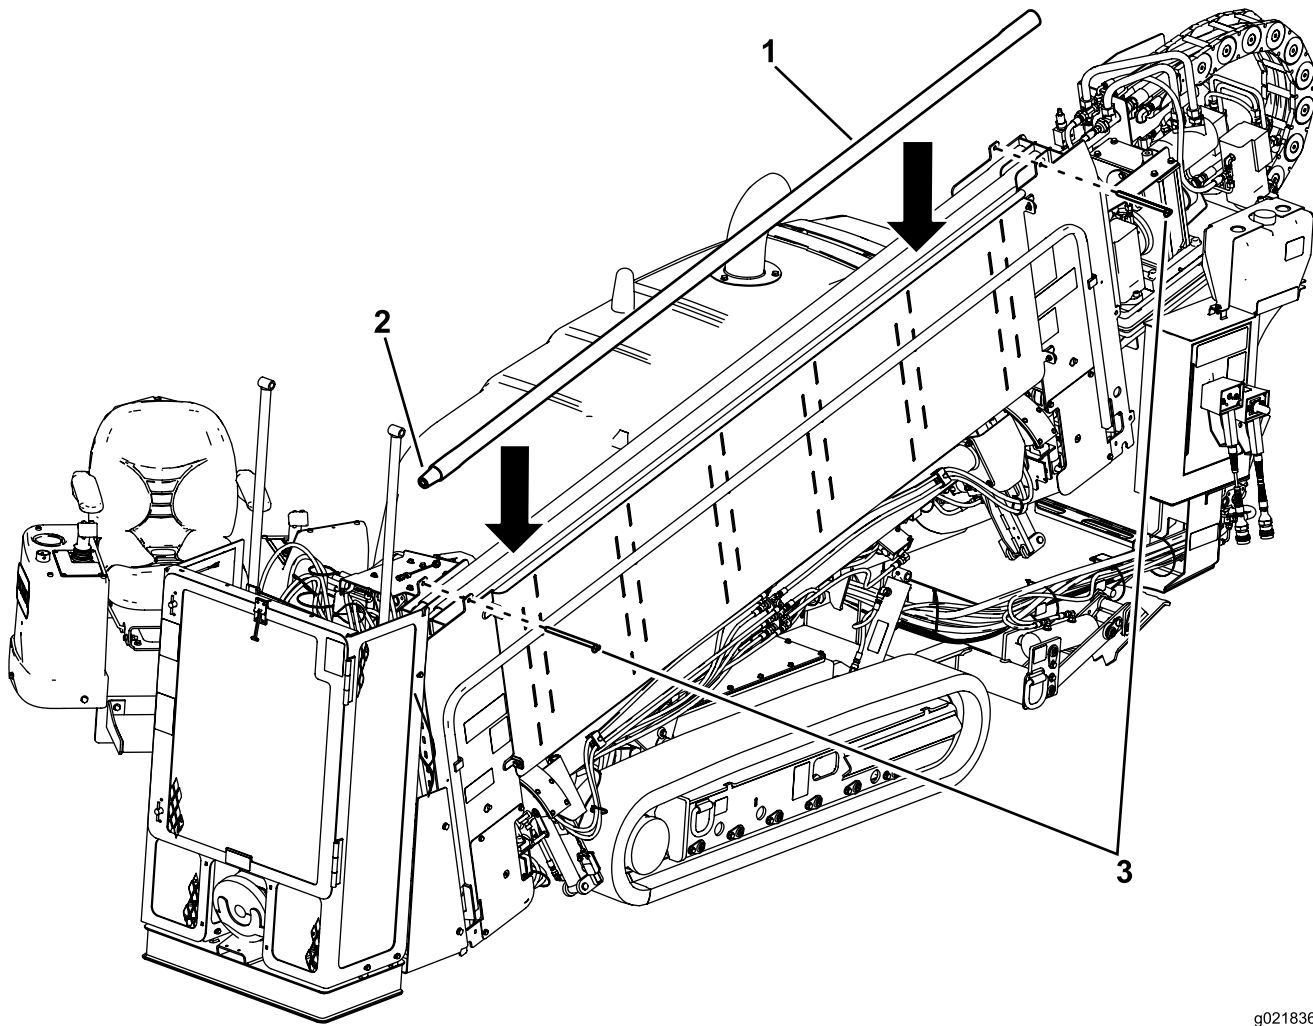

Рисунок 68
1. Извлеките штифты с отверстиями под шпильки из держателя труб (Рисунок 68).
2. Вставьте трубы с верхней части так, чтобы концы с наружной резьбой были направлены в сторону передней части машины (Рисунок 68).